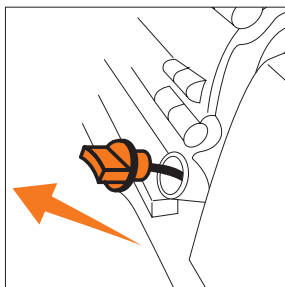

Рис. 6
- Отверните крышку маслониливной горловины (Рис. 6) из картера двигателя, достаньте щуп.